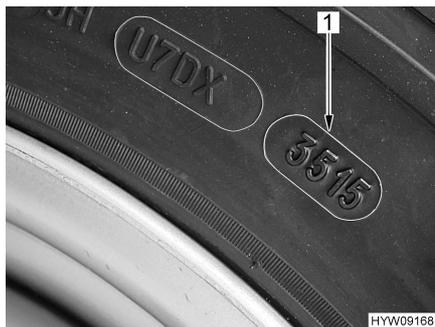

Fig. 86 Numero DOT
- ▷ I pneumatici non devono avere più di 6 anni perché la mescola di gomma col tempo invecchia e si sbriciola. Il codice DOT (Fig. 86,1) di quattro cifre sul fianco del pneumatico indica la data di produzione. Le prime due cifre indicano la settimana, le ultime due cifre l'anno di produzione.